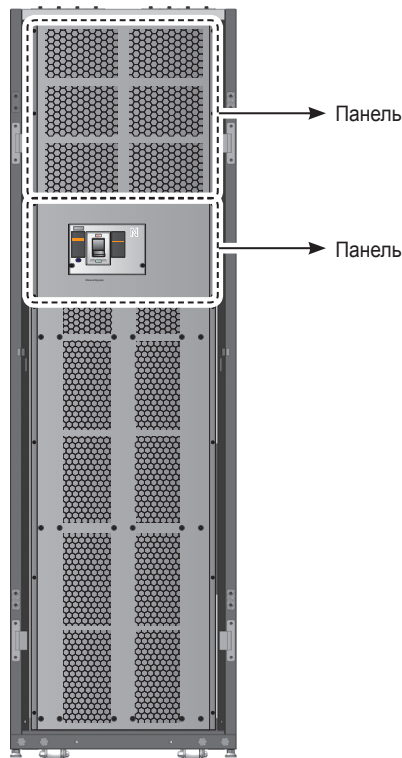

Рис. 5-4. Задние панели
1. Откройте задние дверцы ИБП и снимите две панели (см. **Рис. 5-4**) чтобы получить доступ к зажимам.